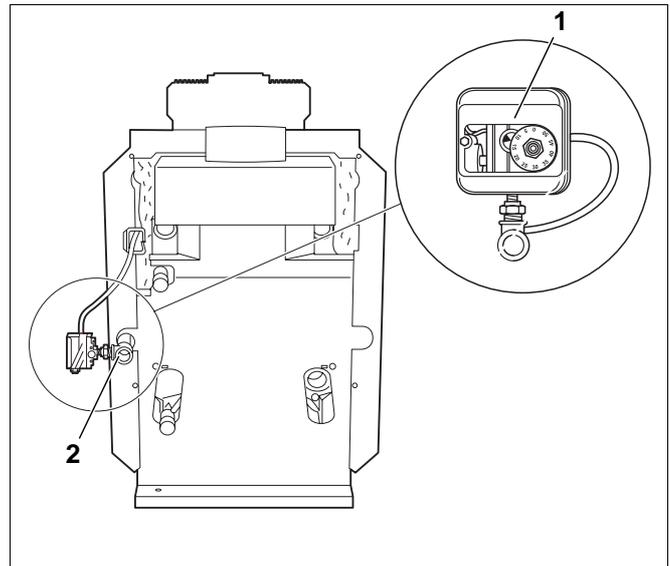

Abb. 20 Gasanschluss herstellen
- Gasleitung spannungsfrei am Gasanschluss (Abb. 20, **Pos. 2**) anschließen.
- Bei Flüssiggas den mit den Umstellteilen gelieferten Gasdruckwächter (Abb. 20, **Pos. 1**) unmittelbar am Gasanschluss (Abb. 20, **Pos. 2**) des Heizkessels mit der Einstellscheibe nach oben oder nach außen in der Gasleitung eindichten, dabei mitgelieferten Reduziernippel verwenden.